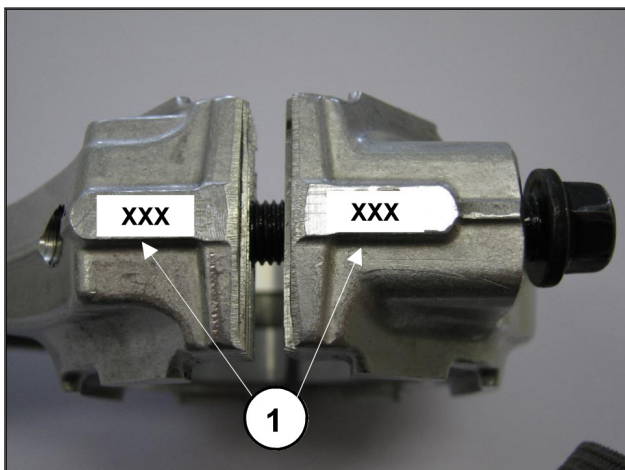

Fig. 9
- Acoplar los sombreretes de la biela a los correspondientes cilindros siguiendo la numeración (Fig. 9, pos ①).